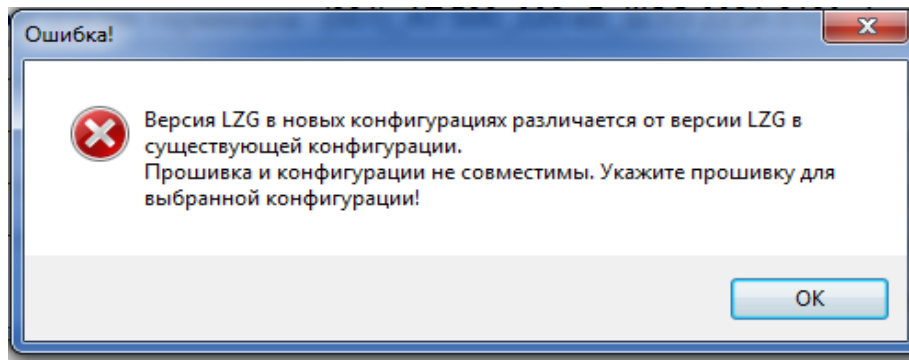

Рисунок 12 – Сообщение об ошибке
5.6 Если версия ПО терминала не соответствует версии записываемой конфигурации, то на экране появится сообщение об ошибке (см. рисунок 12).